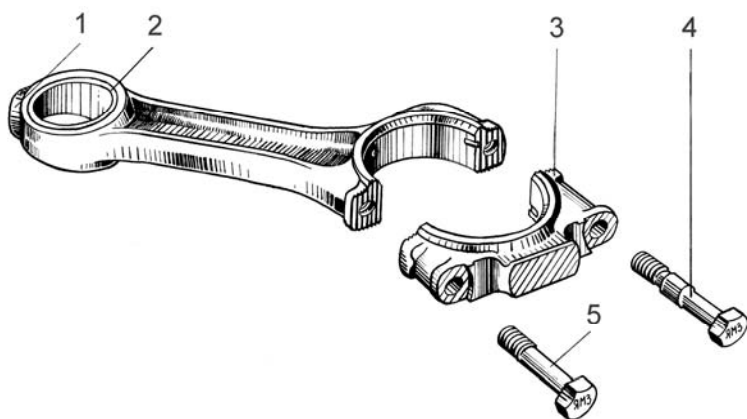

Рис. 11. Шатун:
**Шатун** (рис. 11) - стальной, двутаврового сечения, с косым разъемом нижней головки, со скосами на верхней головке, без масляного канала в стержне.